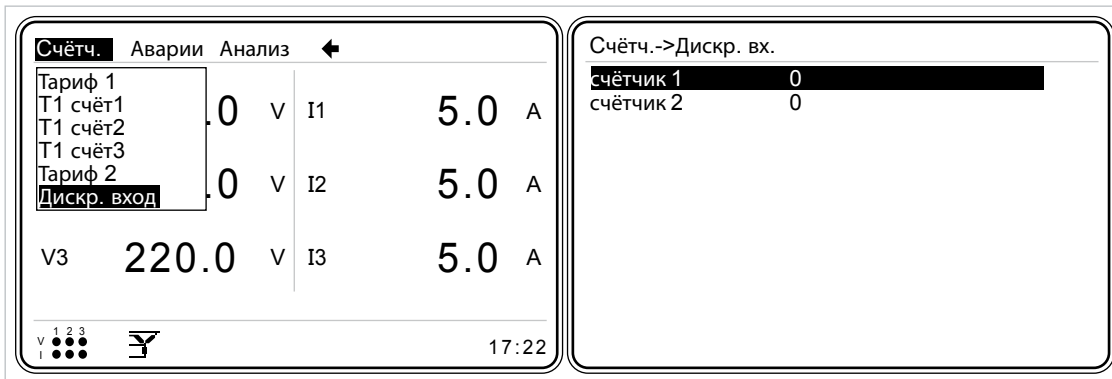

Рис. 3-31 Счётчик импульсов дискретного входа 1
- Предположим, что для дискретного входа 1 выбран режим Счётчик. Тогда каждый раз при замыкании контактов DI1 и GND запускается счётчик импульсов по входу 1: “Счетч->Дискр.вх-> Дискр.вх1 Счетчик” (Рис. 3-31).